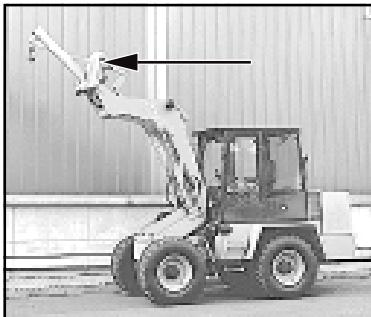

Bild 6-6
- Bild 6-6 zeigt Lasthaken.
- Sur la figure 6-6 l'on voit un crochet de grue.